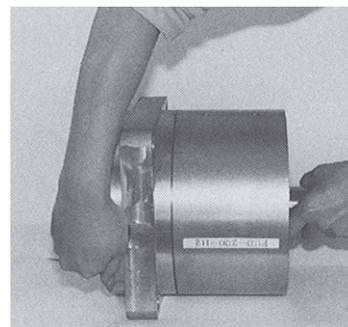

Fig.52
- ⑦ a) ボンネットRをスペーサに挿入する。(但し、スペーサが使われていない場合は、シリンダのリヤ側に挿入する)
b) ボンネットRの空気口を軽く塞ぎながらリヤ側のリテーナープレートがボンネットRのストッパーに当たるまでロッドを静かに押し込む。(Fig.52)